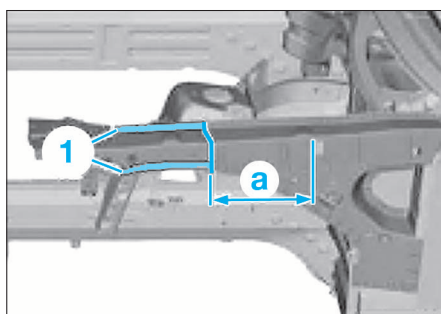

FIG. 8
- Tracer la ligne de coupe à la cote "a" puis découper le support (Fig.8).
- Meuler les cordons de soudure dans les zones (1) (Fig.8 et 9) et déposer la pièce.